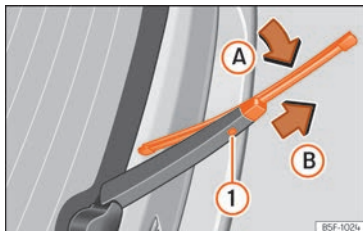

Abb. 190 Scheibenwischerblatt der Heckscheibe auswechseln.
- Das Wischerblatt leicht drehen »» (Abb. 190) (Pfeil A).
- Die Entriegelungstaste ① gedrückt halten und gleichzeitig das Scheibenwischerblatt in Pfeilrichtung B abziehen.
- Neues Heckscheibenwischerblatt **gleicher Länge und Ausführung** entgegen der Pfeilrichtung B auf den Scheibenwischerarm schieben, bis der Mechanismus ① einrastet.